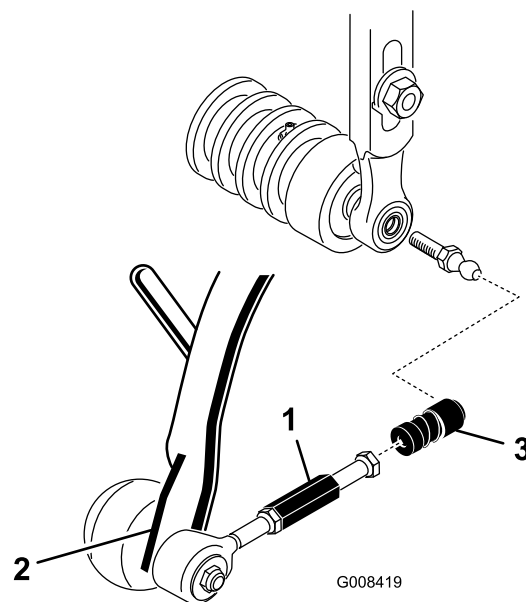

図 17
7. ボールジョイントのレシーバのスリーブを後ろにずらし、レシーバをカッティングユニットのボールスタッドに嵌め合わせる（図 17）。